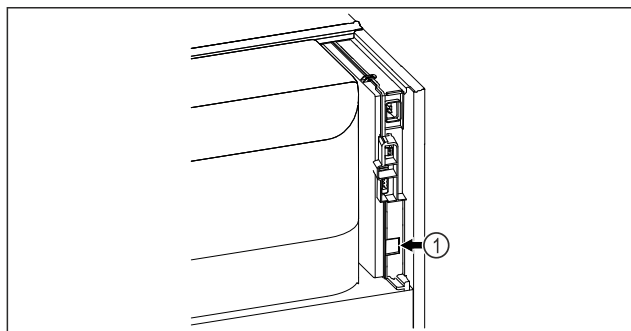

Fig. 179
- A SmartModule Fig. 179 (1) be van helyezve.